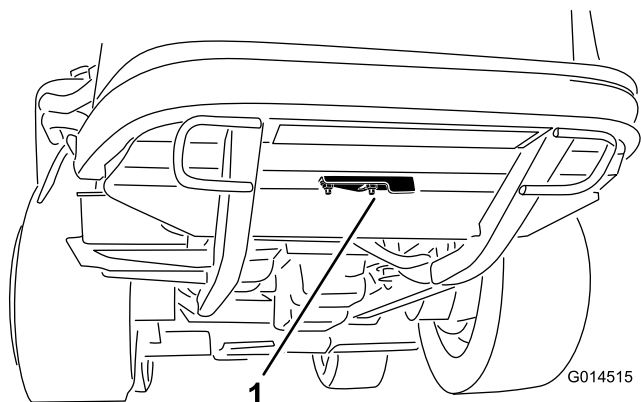

図 46
2. クリーンアウトカバーを後フレームの下側に固定しているフランジナットをゆるめる 図 46。カバーをめくると、フレームのクリーンアウトホール 清掃穴が露出する。